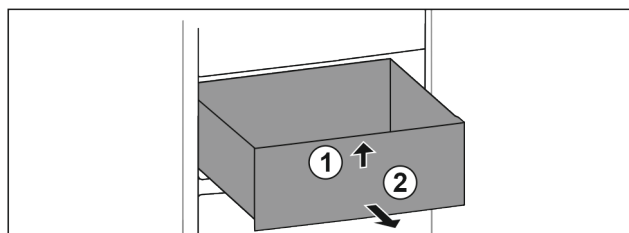

Fig. 68
- 抬起抽屉前部。 Fig. 68 (1)
- 朝前取出抽屉。 Fig. 68 (2)